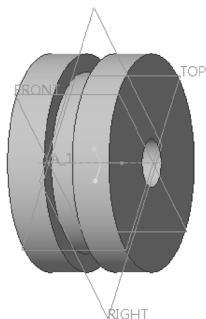

图 4-36 创建旋转实体特征
- 6) 单击“旋转”选项卡中的  (完成) 按钮, 创建的旋转实体特征如图 4-36 所示。